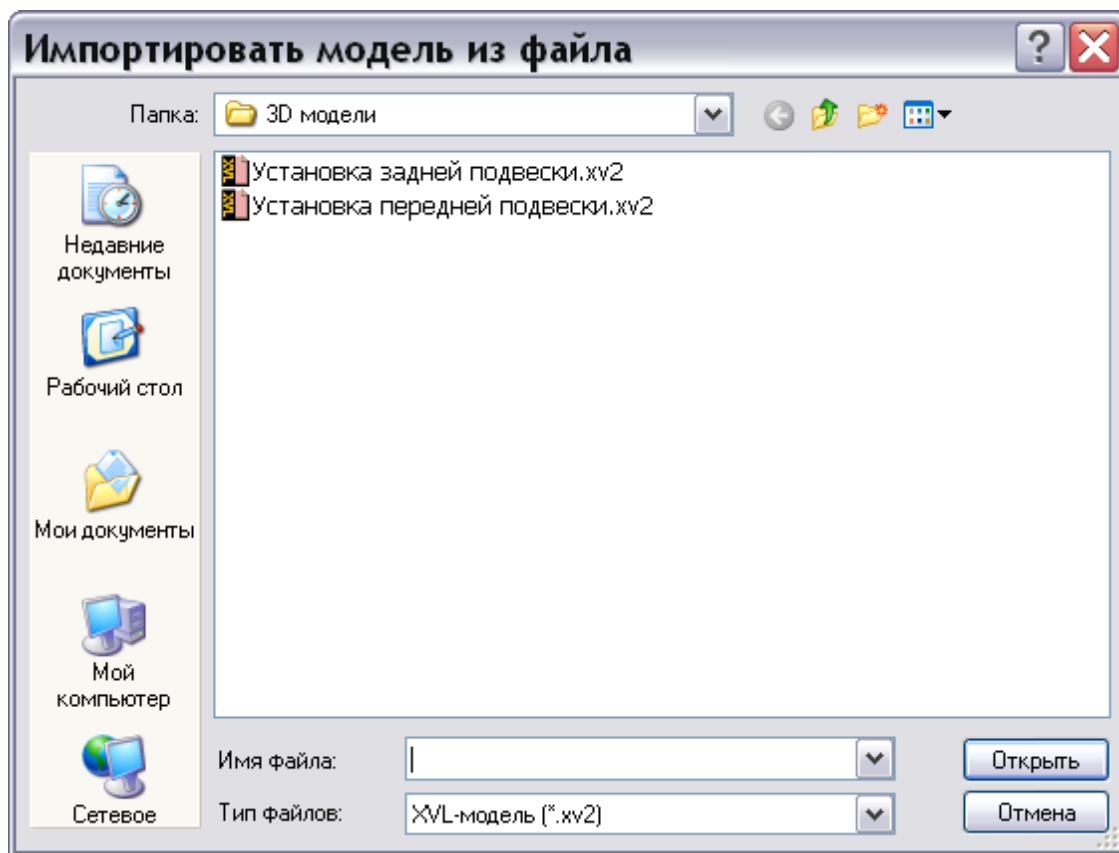

Рисунок 116
4) В окне **Импортировать модель из файла** выберите файл формата xv2 (рисунок 116).